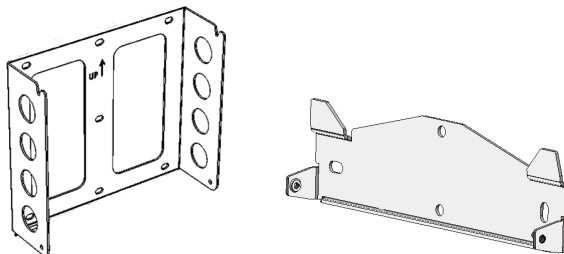

図 5: マウントブラケットの種類
- タイプ2の場合 - 図5のようにブラケットの平面部が底になるように設置します。